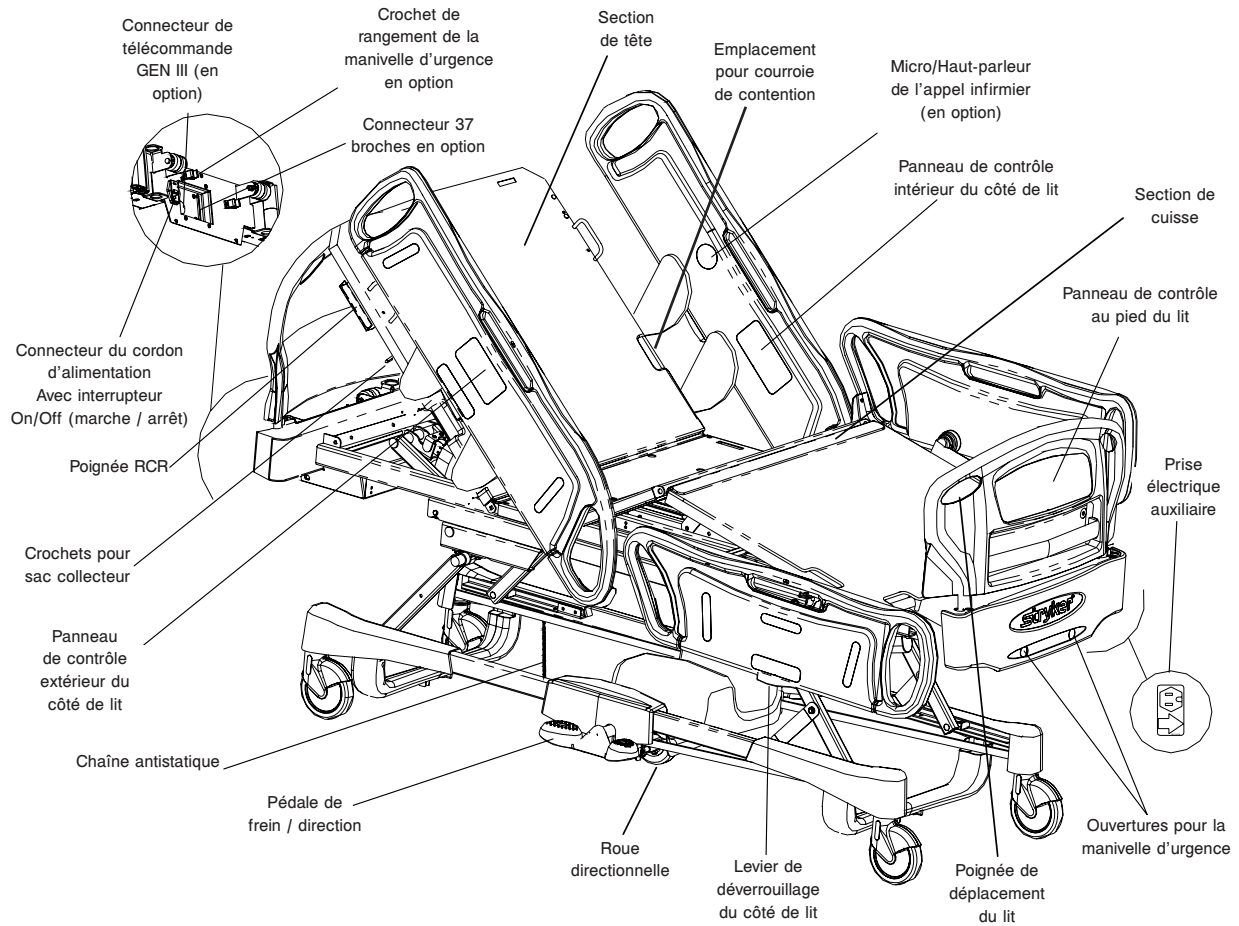

Figure 1.9
- S'assurer que la chaîne antistatique est bien en place, qu'elle est intacte et qu'elle touche le sol (voir Figure 1.9, page 9).